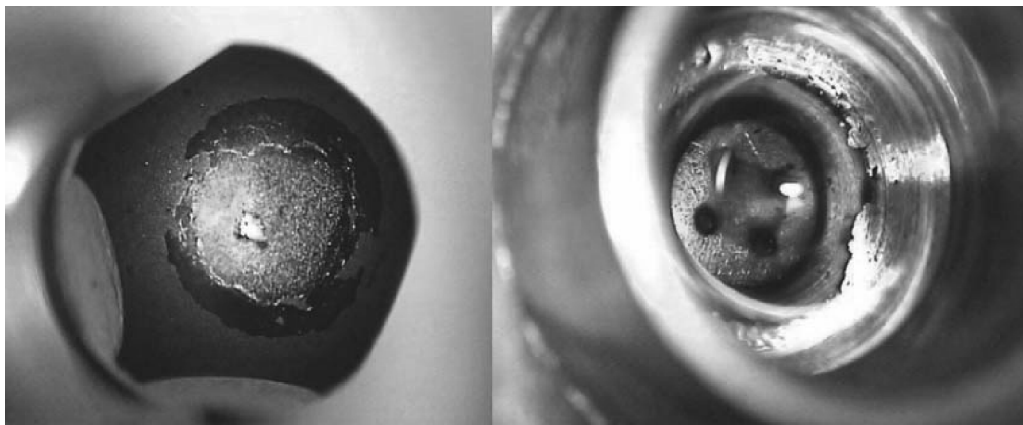

图 18-22 喷油器上的汽油胶质
3) 拆下喷油器, 检查喷孔周围和阀座表面有无汽油胶质, 如图 18-22 所示。如有, 则彻底清洗喷油器。